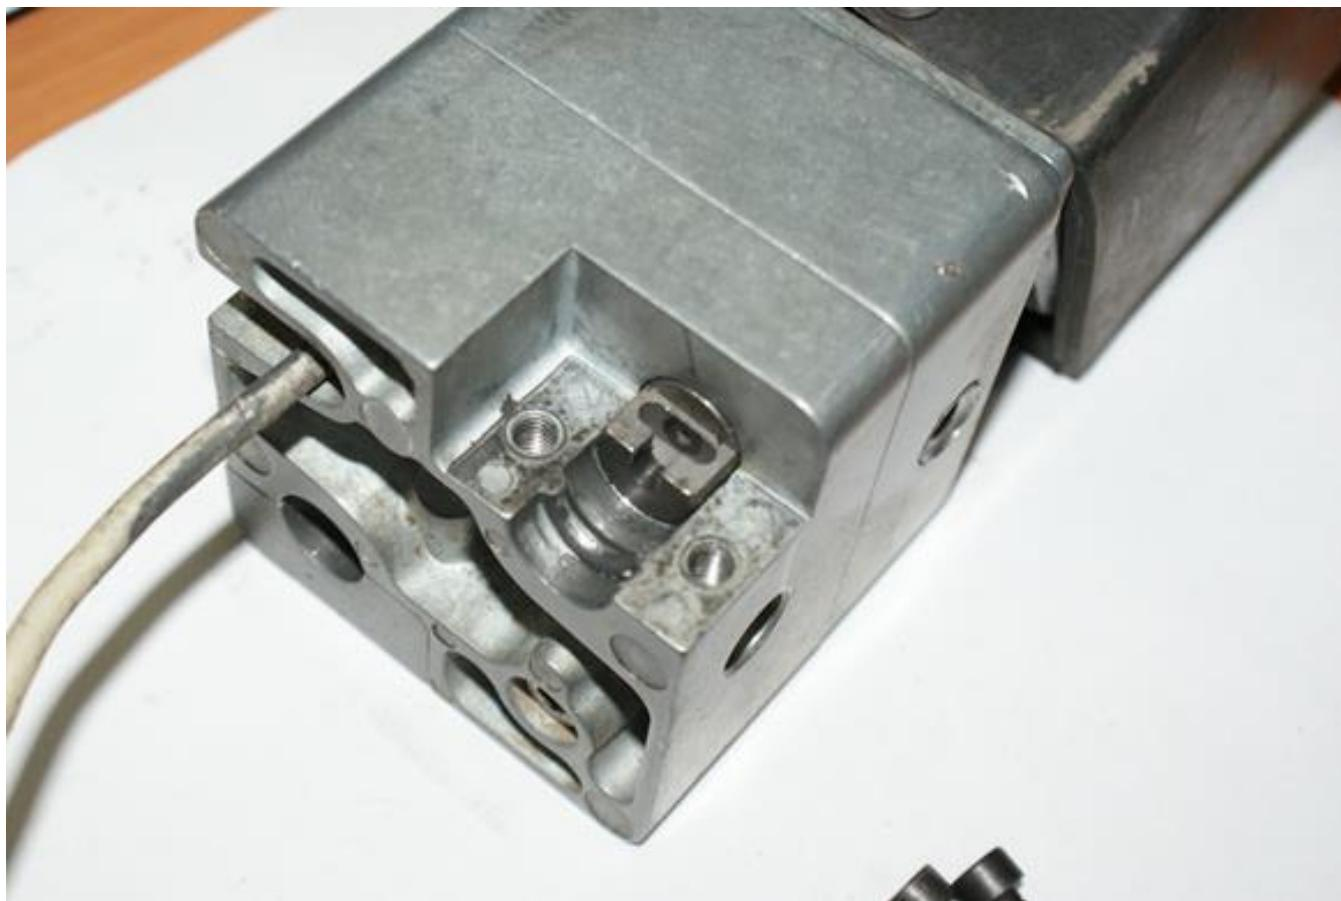

Рисунок 2.19
- наклонить рукоятку так, чтобы наружу вышла ось с пазом под шляпку хвостовика троса (рис. 2.19);